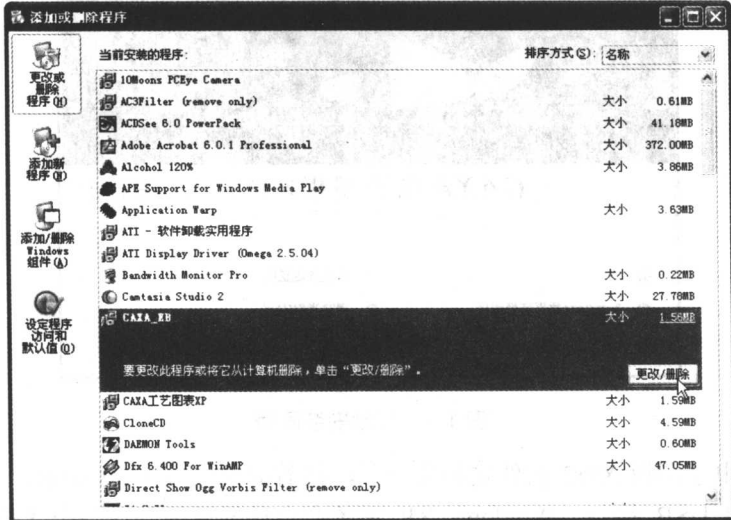

图 1.2 【添加或删除程序】对话框
(1) 单击【开始】|【设置】|【控制面板】，选择【添加/删除程序】，进入【添加或删除程序】对话框，如图 1.2 所示。